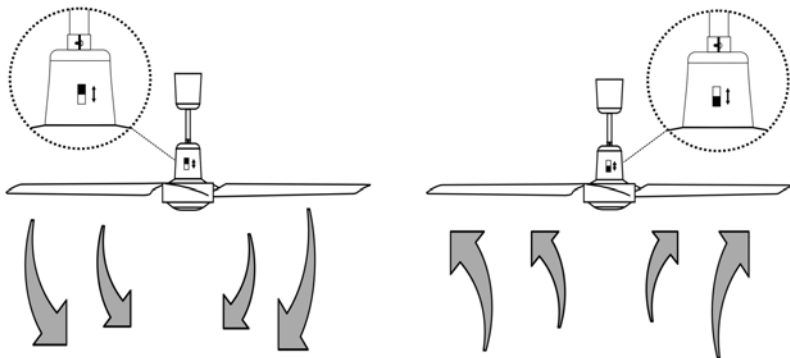

Fig. 8
- Avec l'interrupteur de rotation permet déterminer la direction du flux d'air si est nécessaire. **(Fig. 8)**.